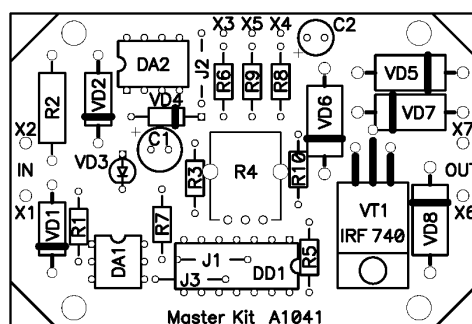

Рис.3 Расположение элементов на печатной плате
- отформуйте выводы компонентов и установите их (способ установки светодиода показан на рисунке 5.) на печатной плате (см. рис. 3).